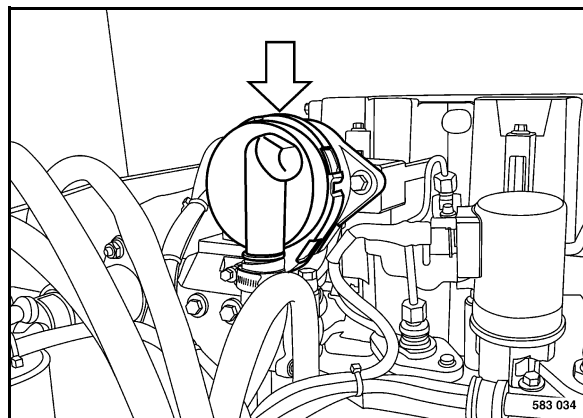

Fig. 211
- Reemplazar la válvula de ventilación (Fig. 211).